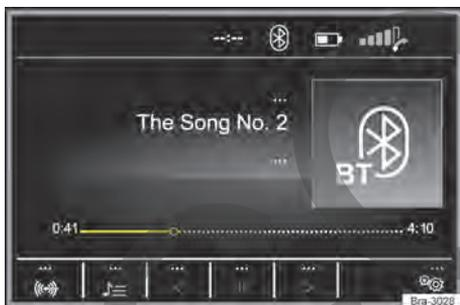
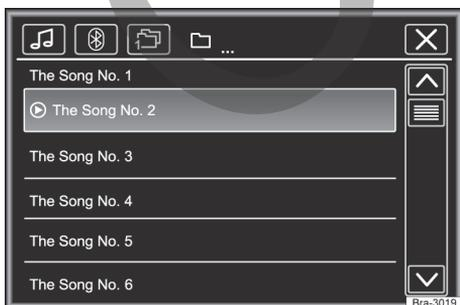

Fig. 138 Menú principal de medios.
Fig. 139 Operación de la radio: lista de estaciones.
– Presionar la tecla **[MEDIA]** para abrir el menú principal **MEDIA** → fig. 138.
Las fuentes de medios que se reproducen actualmente se exhiben en el botón de función en la parte inferior izquierda → fig. 138.
Leyenda para → fig. 138 y → fig. 139: